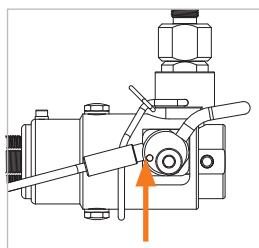

Figure 7
- ▶ Relever le dispositif de verrouillage (pos. 8) vers le haut (*Figure 7*).